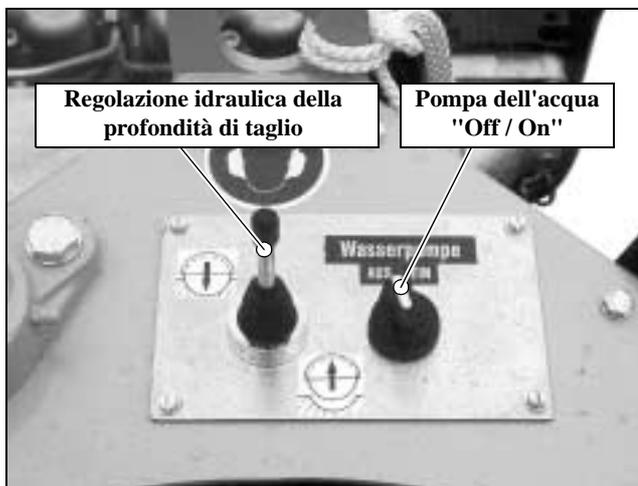

Fig. 4.6 Regolazione idraulica della profondità di taglio e pompa dell'acqua
- Regolazione idraulica della profondità di taglio (Fig. 4.6)
- Pompa dell'acqua elettrica (Fig. 4.6)